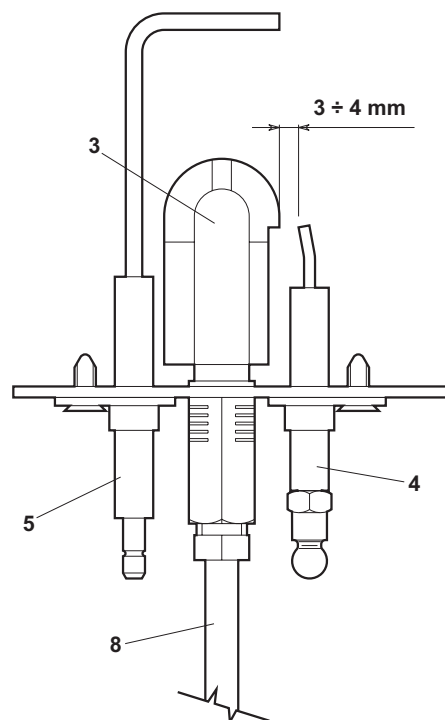

fig. 10
- Electrozii nu trebuie să aibă incrustații și trebuie să fie poziționați corect (a se vedea fig. 10).
Controlați ca electrozii să fie poziționați corect și să nu aibă incrustații (a se vedea fig. 10).